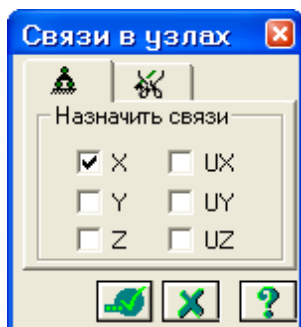

Рис.4.16. Диалоговое окно **Связи в узлах**
- С помощью пункта меню **Схема** ⇒ **Связи** (кнопка  на панели инструментов) вызовите диалоговое окно **Связи в узлах** (рис.4.16).